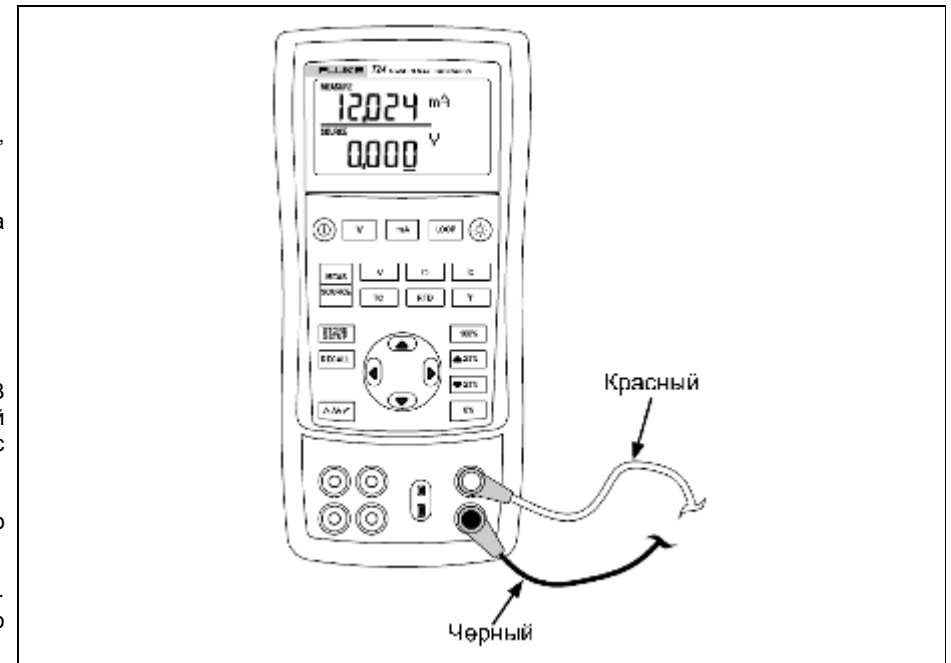

Рис. 7. Измерение напряжения и силы тока на выходе
2. Подключите измерительные провода, как показано на рис. 7.